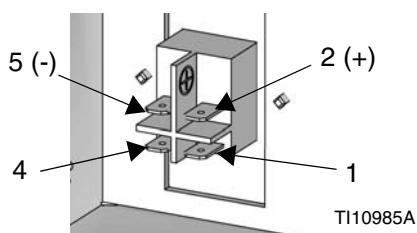

FIG.36
2. Fixer le module de 24 Vcc (154) sur le support de fixation (151).
3. Fixer l'interrupteur (159) sur le support de fixation (151).
4. Brancher les déconnexions rapides du câble du module de 24 Vcc (154) sur l'interrupteur des bornes (157).
5. Brancher le câble de sortie d'alimentation électrique sur le câble CAN (163).
6. Relier l'alimentation électrique de 24 V de catégorie 2 aux bornes de l'interrupteur : +24 Vcc sur la borne 2 (+) et 24 Vcc sur la borne 5 (-). Voir .FIG.36. Relier le conducteur de terre (PE) à la borne marquée.